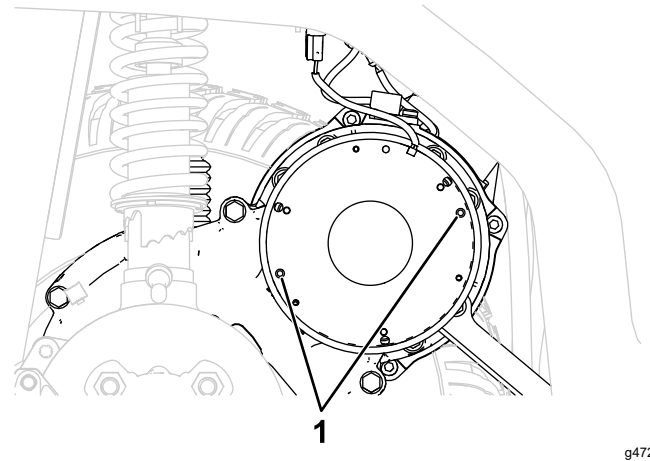

図 19
4. ねじM5-0.8 x 45 mm本を、図 19に示す穴に入れてゆっくり締め付けていく。